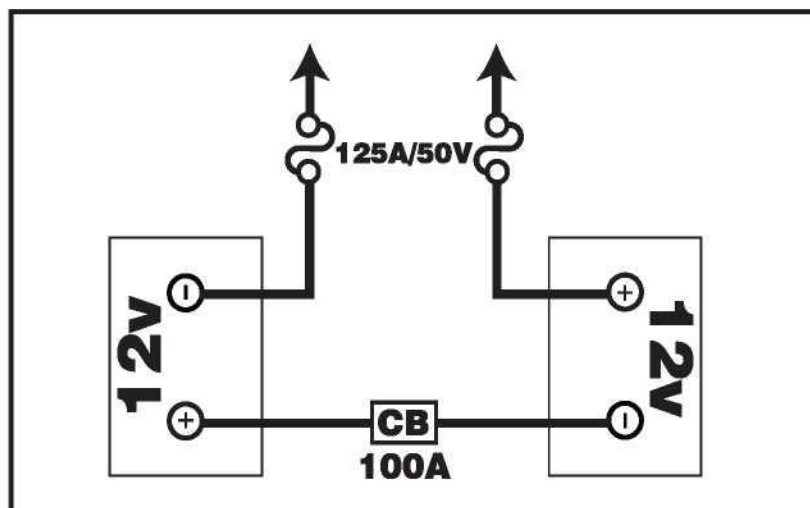

Figure 15. Orientation des fils des batteries
7. Placez une nouvelle batterie dans chaque puits à batterie conformément au schéma de câblage de la batterie comme indiqué sur la **figure 15.**